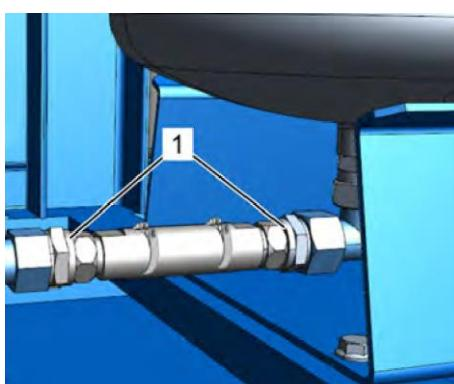

Рис. 54: Анод протекторной защиты
6. → Отсоедините два резьбовых соединения анода протекторной защиты (Рис. 54/1).
9. → Приклейте оба резьбовых соединения на аноде протекторной защиты (Рис. 54/1) при помощи средства LOCTITE® 577 и закрутите их.